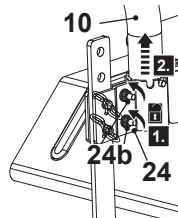

Fig. 13
- Solte as duas porcas (24b) no suporte de manípulo (24) utilizando duas chaves inglesas adequadas, mas não as remova (fig. 13, passo 1).
- Puxe a barra do manípulo inferior (10) ligeiramente para fora (fig. 13, passo 2).